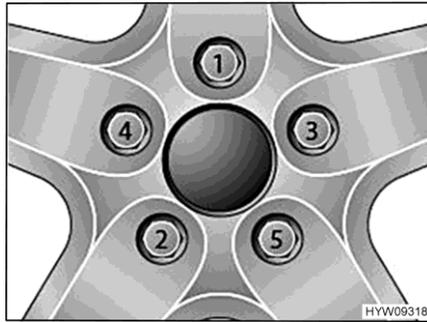

Fig. 142 Apretar las tuercas o los tornillos de las ruedas en forma de cruz
- Apretar las tuercas de rueda o los tornillos de rueda en el orden indicado en Fig. 142. Para ello, usar una llave dinamométrica y cumplir con el par de apriete especificado (véase apartado 14.5).
- Comprobar periódicamente que las tuercas o tornillos de las ruedas estén firmemente apretados. Volver a apretar las tuercas de rueda o los tornillos de rueda de una rueda cambiada después de 50 km. En esto, proceder en el orden indicado en Fig. 142.
- Al utilizar llantas nuevas o recién pintadas, reajustar además las tuercas o tornillos después de 1 000 a 5 000 km aprox. En esto, proceder en el orden indicado en Fig. 142.